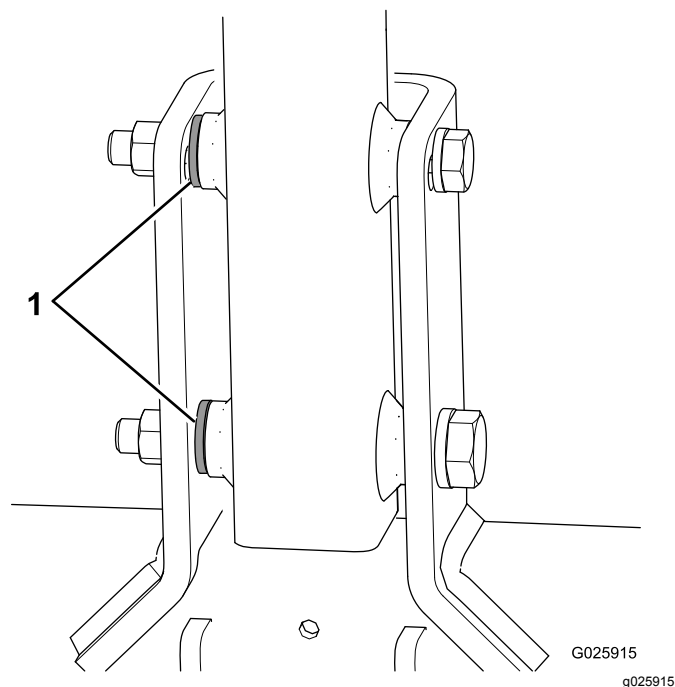

Bild 6
- Wenn bei Ihrer Maschine jede Schraube eine dritte Scheibe hat, verwenden Sie diese Scheiben als Distanzstücke zwischen der Anbauvorrichtung und der Innenseite der Schwenkhalterung der Anbauvorrichtung (Bild 6).